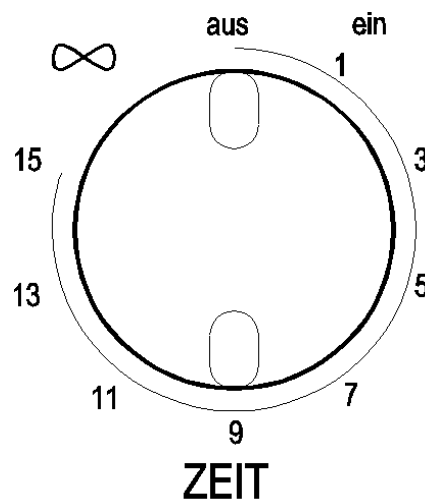

Bild 7.6
Das Gerät wird durch Einstellen der Zeitschaltuhr (Bild 7.6) ein- und ausgeschaltet.
1. Drehknopf (Bild 7.6) nach rechts auf gewünschte Reinigungszeit (max. 15 Minuten) stellen.
1. Drehknopf (Bild 7.6) bis in Stellung  $\infty$  drehen